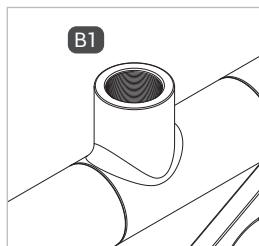

Abbildung 1
- ▶ Verschrauben Sie die Betriebsmedienzuleitung „B1“ druckdicht mit dem Anschluss der Medienleitung (Abbildung 1).